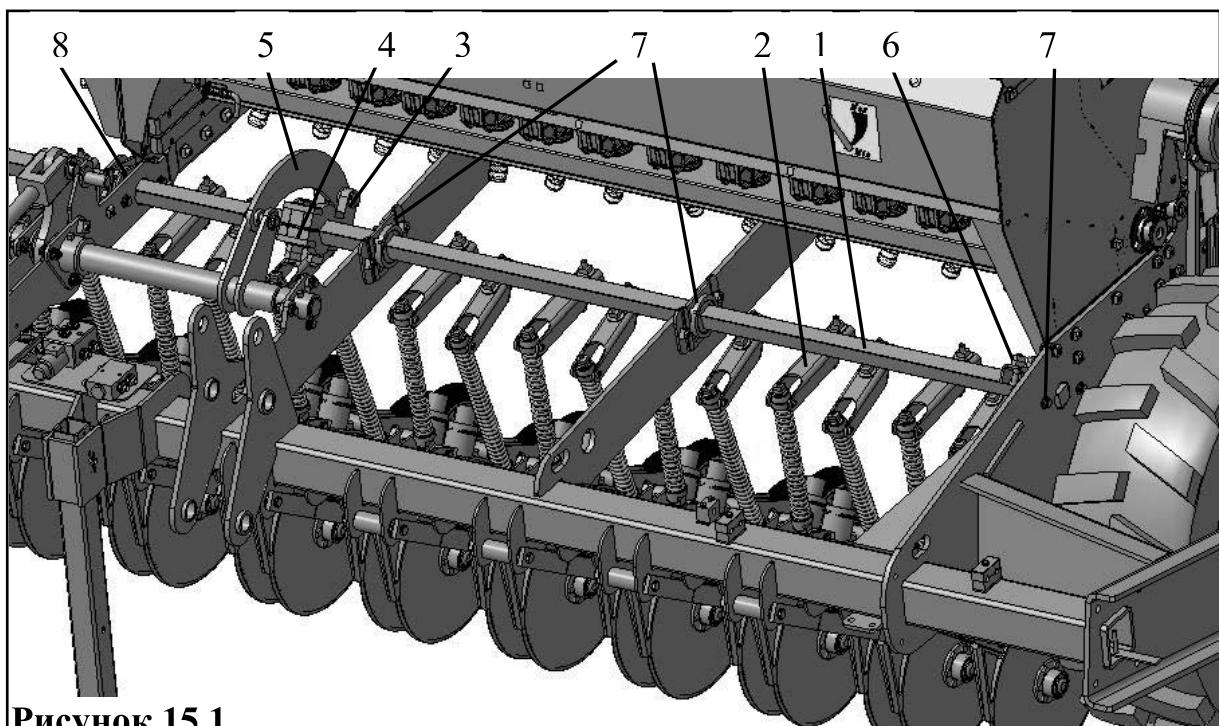
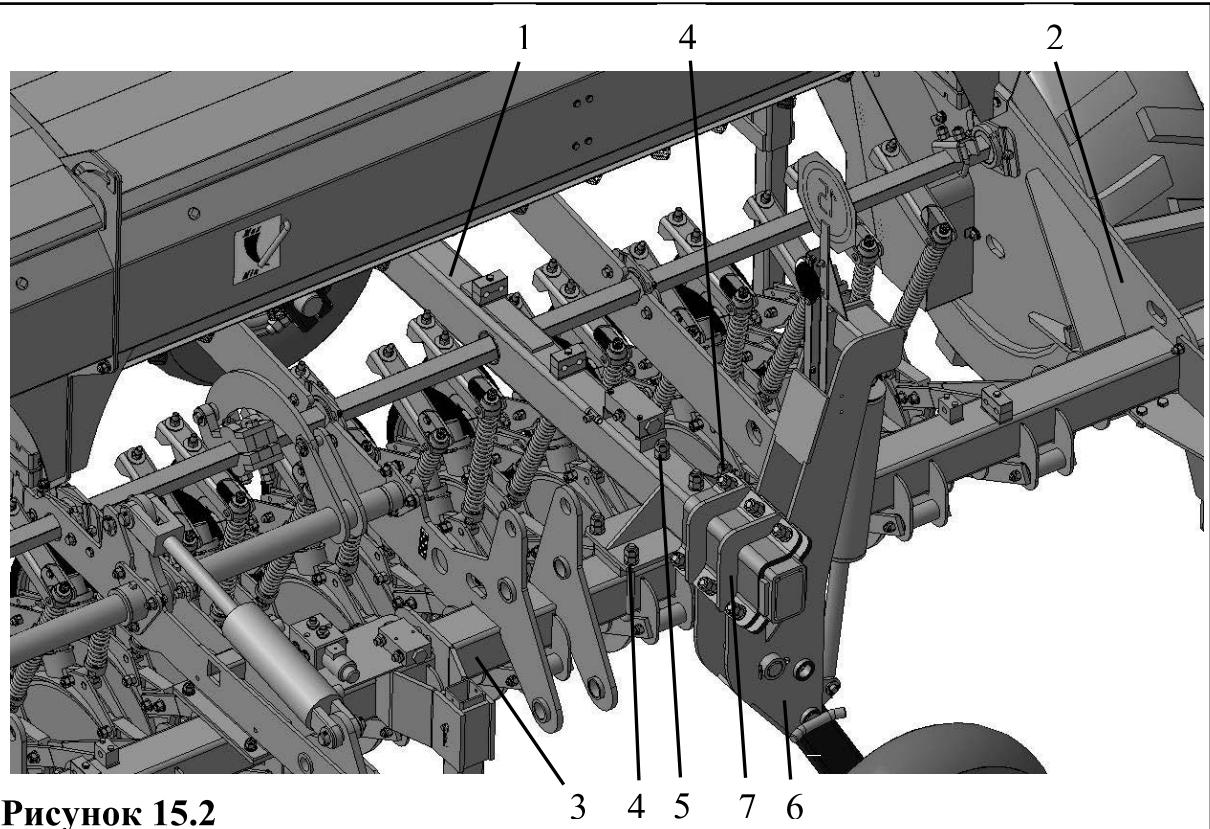

Рисунок 15.1
Рисунок 15.2
- 3) Отсоединить от квадрата 1 рычаги шпренгелей 2 (рис. 15.1) секций (с первой по четырнадцатую слева по ходу движения).
- 4) Отсоединить от квадрата рычаг 3 и кронштейн 4 механизма подъёма секций. Повернуть тягу 5 (рис. 15.1) таким образом, чтобы она не мешала извлечь квадрат.
- 5) Ослабить фиксатор квадратного вала 6 (рис. 15.1).
- 6) Отсоединить от рамы три корпуса с чугунными подшипниками 7 (рис. 15.1).
- 7) Сместить квадрат в сторону опорно-приводного колеса для того, чтобы извлечь его из подшипника 8 (рис. 15.1) в центральной части сеялки. Извлечь квадрат.
- 8) Перед установкой балки хода транспортного 1 (рис. 15.2), установить квадрат 1 (рис. 15.1) с чугунными подшипниками 7 и их корпусами в круглое отверстие балки.
- 9) Установить балку 1 (рис. 15.2) на левой стороне рамы (по ходу движения) между седьмой и восьмой секциями (1124 мм от балки до боковины 2 рамы). При установке балки, одновременно завести квадрат в отверстие боковины 2 рамы.
- 11)Притянуть к переднему брусу 3 хомутами 4 и 5 (рис. 15.2) с гайками и контргайками M16-6H.8.
13) Установить на балку опоры с колёсами 6 (рис. 15.2 и рис. 15.3). Задфиксировать их хомутами 7 с болтами M16x80.88 , шайбами, гайками M16-6Н.8 и контргайками.